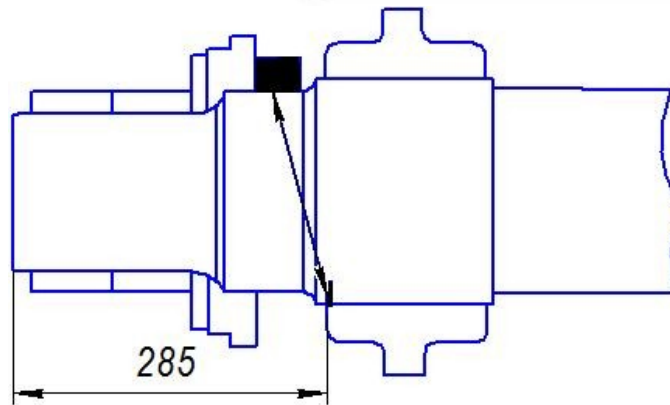

Рис. 7.13.2. Схема установки преобразователя П121-2,5-19°-К14-ЖД на НО 1.11.002-О при проверке чувствительности по варианту BR3.
- установить ПЭП на НО 1.11.002-О в соответствии со схемой на Рис.7.13.2;
- установить ПЭП на НО 1.11.002-О и найти максимум эхосигнала от пропила в сечении Д-Д, Рис.7.13.2;